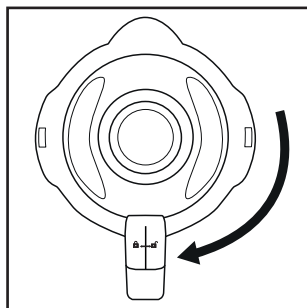

Fig. 2
- 4) Apăsați din nou capacul ② pe accesoriul de amestecare ③. Închideți capacul ② rotindu-l în sens orar, în poziția  până când se blochează cu un sunet (a se vedea fig. 2). Aveți grijă ca gura de turnare de pe accesoriul de amestecare ③ să fie închisă. Motorul poate porni numai după ce capacul ② este așezat fix.